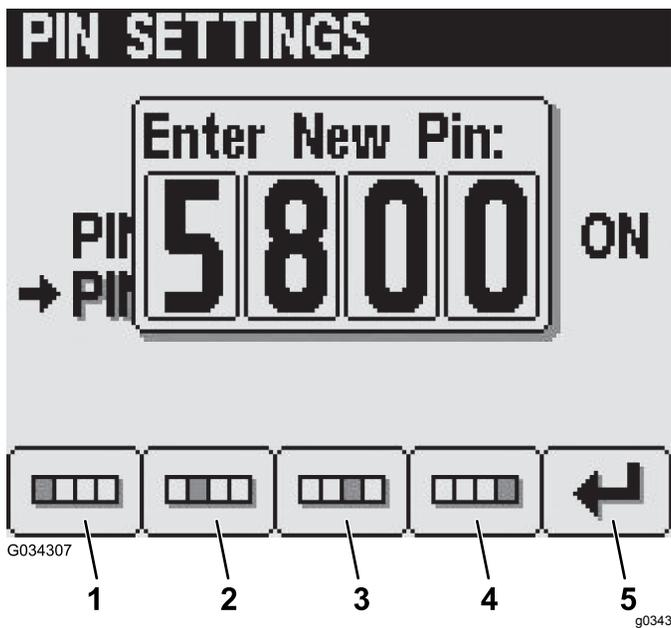

Figura 36
5. En la pantalla Introducir PIN nuevo, introduzca su PIN nuevo con los botones 1 a 4, y pulse el botón 5 para introducir el PIN nuevo en el InfoCenter (Figura 36).